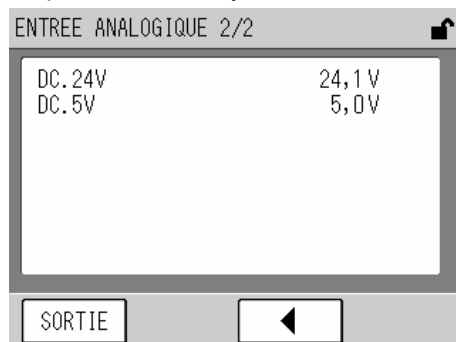

Fig. 57 Ecran ANALOG INPUT (ENTREES ANALOGIQUES)
- [SPAN] / [GAIN]: Affiche l'écran DA ADJUST/SPAN (Réglage num./analogique/Gain) d'étalonnage du gain (échelle) sur les sorties analogiques (Fig. 57 page 46).